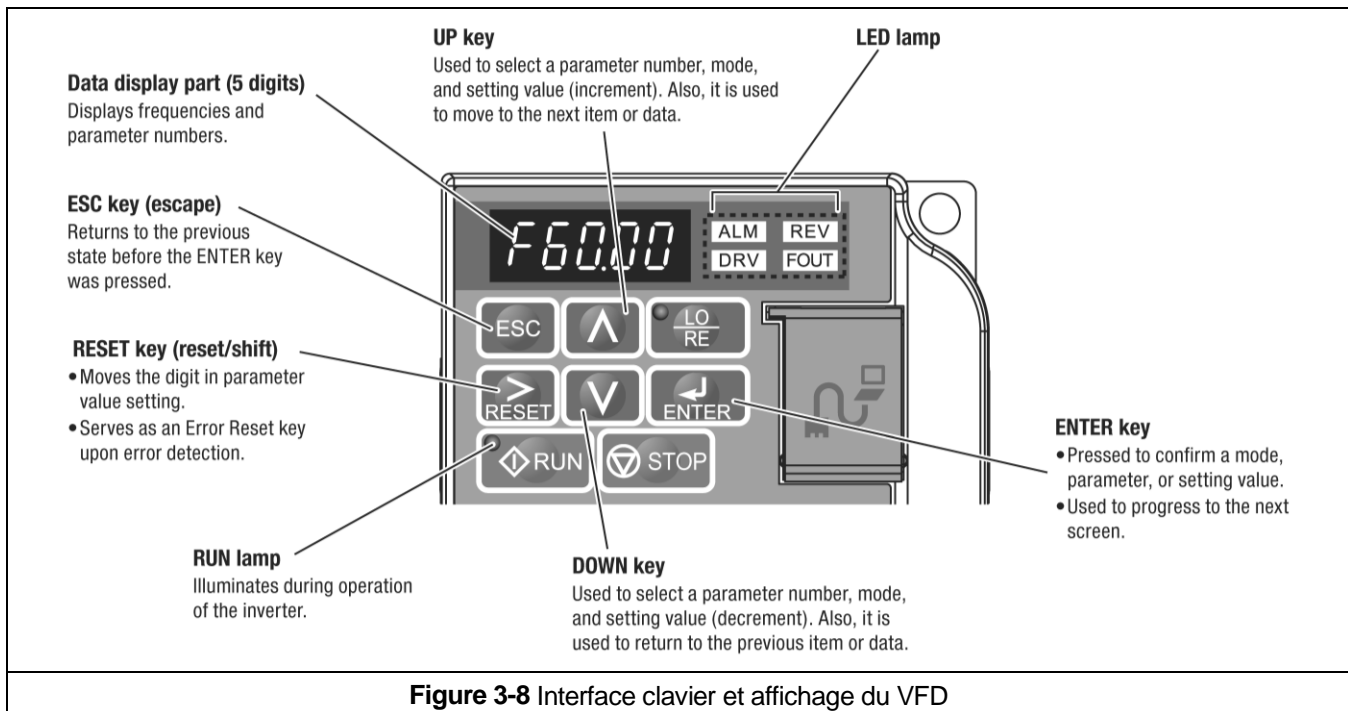

Figure 3-8 Interface clavier et affichage du VFD
- 3.6.4 Le VFD est contrôlé par une interface clavier et affichage. Reportez-vous à la **figure 3-8** pour les fonctions et les descriptions de l'interface clavier et affichage.